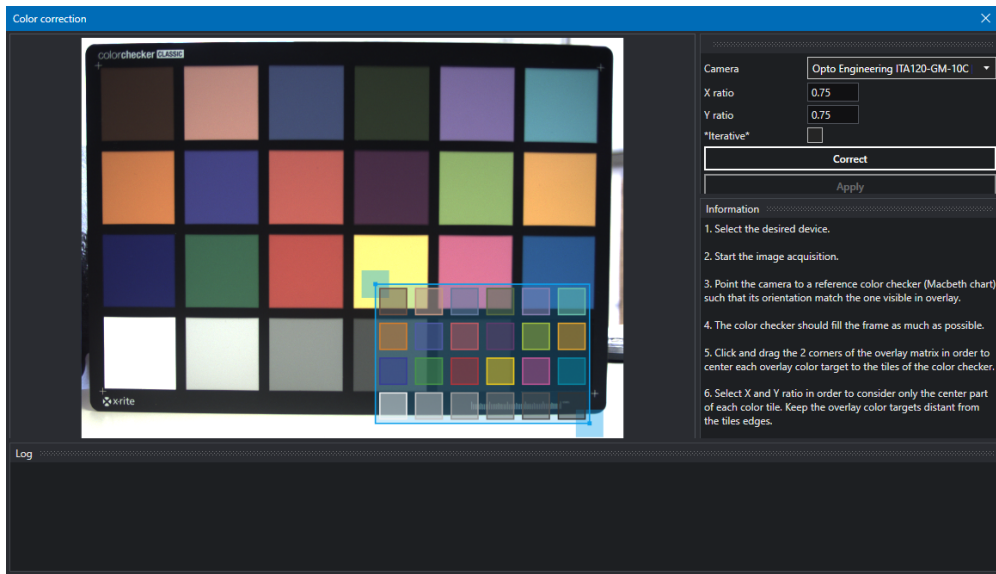

Figure 39: 色彩校正向导窗口。
3. 打开色彩校正向导（向导 > 色彩校正）（Fig.39）。